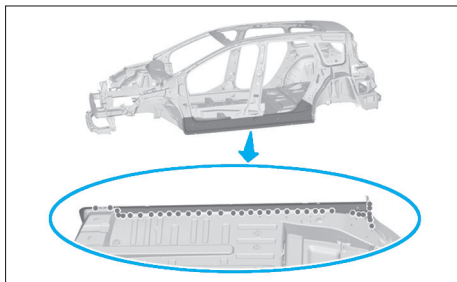

FIG. 122
- Souder par points bouchons (Fig.122).